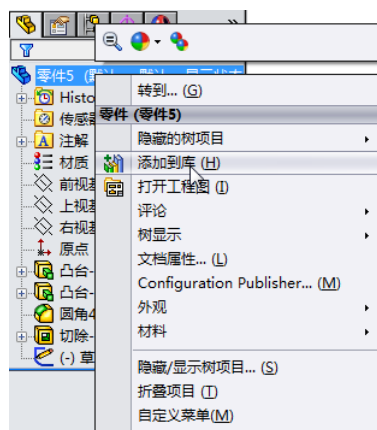
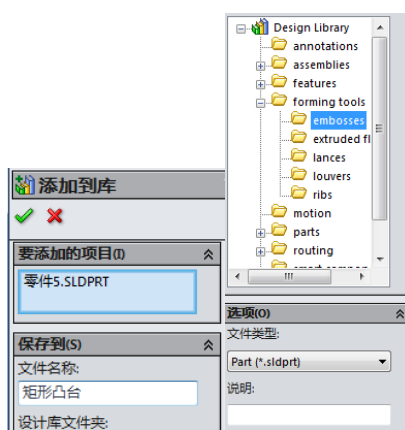

图 8-25 选择“添加到库”命令
图 8-26 保存成形工具到设计库
(9) 将零件文件保存，在操作界面左边成形工具零件的“FeatureMannger 设计树”中，右击零件名称，在弹出的快捷菜单中选择“添加到库”命令，如图 8-25 所示，系统弹出“另存为”对话框，在对话框中选择保存路径：Design Library\forming tools\embosses\，如图 8-26 所示。将此成形工具命名为“矩形凸台”，单击“保存”按钮，可以把新生成的成形工具保存在设计库中，如图 8-27 所示。